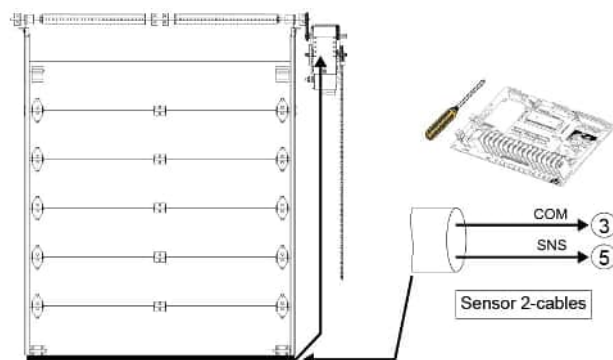

Figura 33 - Borde de detección eléctrico
3. Utilizar un cable en espiral o carrete de recogida para conectar los cables del sensor de inversión a los terminales del operador. Instalar los cables eléctricos de acuerdo a la Figura 33.